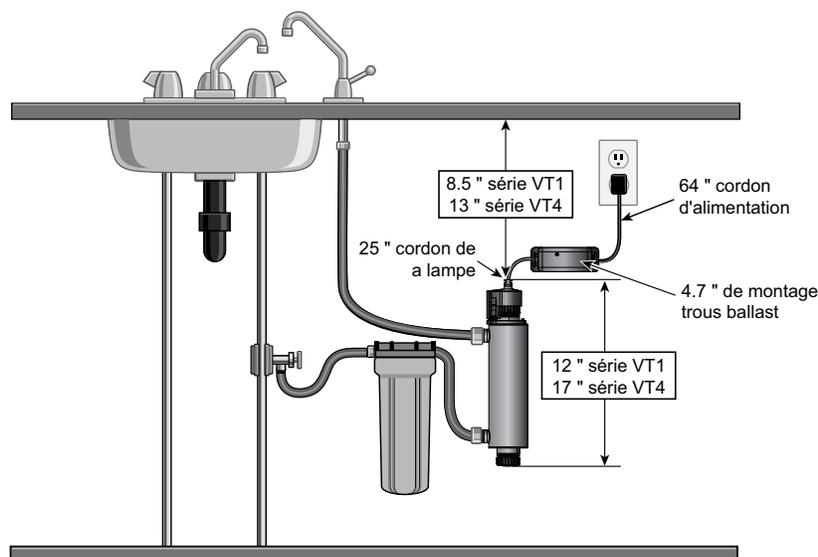

Figure 3 Installation typique
1. La Figure 3 décrit l'installation d'un système typique de point d'utilisation (PU) et des composants connexes qui peuvent être utilisés pour l'installation. L'utilisation d'un ensemble de dérivation est recommandée dans le cas où le système nécessite une maintenance hors ligne. Dans ce cas, notez que le système nécessite une désinfectante supplémentaire pour le système de distribution si de l'eau est utilisée pendant la dérivation. De plus, pendant la dérivation, l'eau NE sera PAS traitée et une étiquette « NE PAS CONSOMMER L'EAU » doit physiquement être installée sur l'ensemble de dérivation jusqu'à ce que le système soit assaini et à nouveau en service. Pour plus d'informations, consultez la Section 3.2. Si l'eau doit être consommée pendant que le système est hors ligne, l'eau doit être bouillie pendant deux minutes avant d'être consommée.